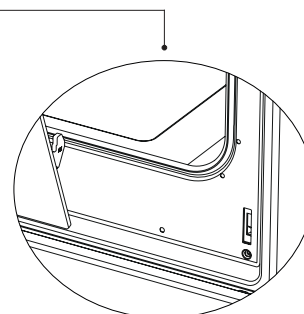

Figure 15.2
4. Pour retirer la porte du four, lorsqu'elle est presque fermée, tirez-la vers le haut en la tenant des deux mains pour la séparer (comme sur la Figure 15.2).